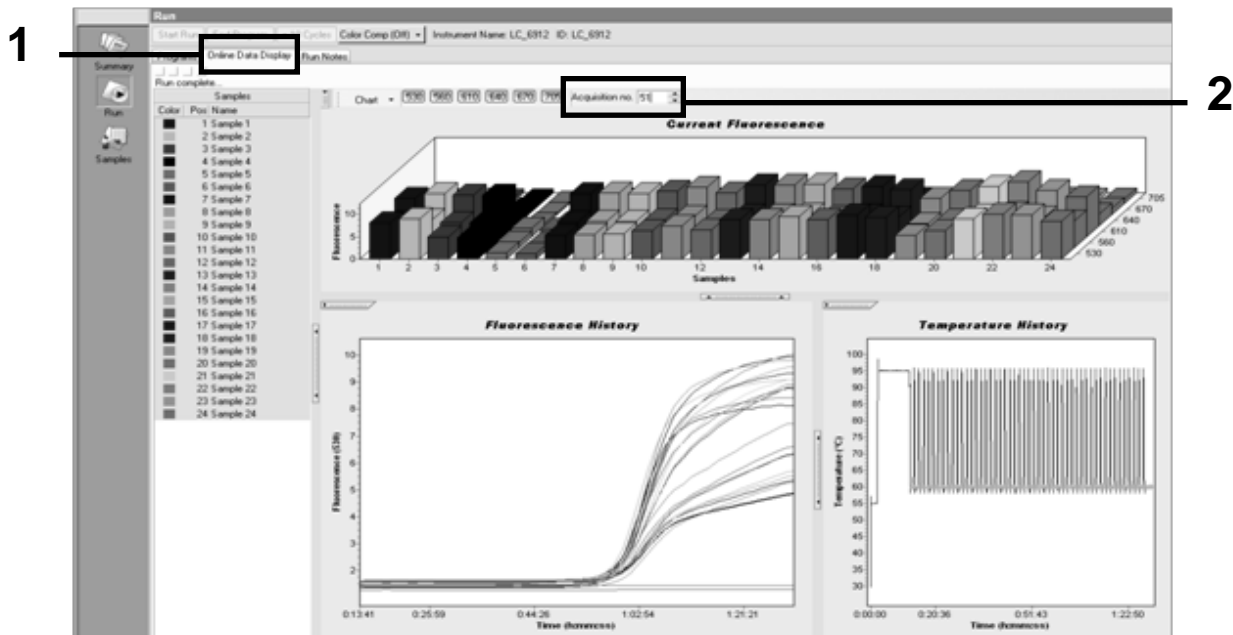

Abbildung 29. Ergebnisse und Ergebnisverlauf in der Online-Datenanzeige.
- Nach Ende des Amplifikationslaufs klicken Sie auf die Registerkarte "Online Data Display" („Online-Datenanzeige“; siehe Abb. 29). Öffnen Sie das Anzeige-Menü oben links im Fenster "Current Fluorescence" („Aktuelle Fluoreszenz“) und tippen Sie im Feld "Acquisition no." („Erfassung Nr.“) die Zahl 51 ein.